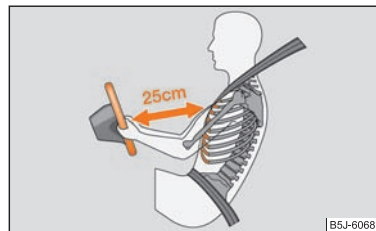

Fig. 116 Distanța sigură față de volan
- **Atât pentru șofer cât și pentru pasagerul dreapta este important să păstreze o distanță de circa 25 cm față de volan, respectiv de tabloul de bord ⇒ fig. 116. Dacă nu se respectă această distanță, sistemul airbag nu își poate exercita eficiența maximă – Pericol! Pe lângă acestea, scaunele din față și tetierele trebuie să fie întotdeauna reglate în funcție de mărimea corpului.**